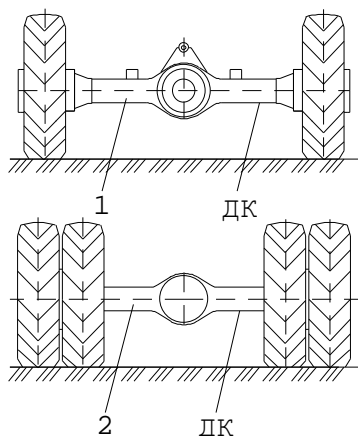

Рис. 11 Места для установки домкратов и подставок
7. Установите под ходовую раму экскаватора подставки (рис. 11) так, чтобы колеса не касались земли; опустите рабочее оборудование на землю, не допуская возможности самопроизвольного сдвига его в период хранения под действием собственного веса; старайтесь максимально втянуть штоки внутрь гидроцилиндров, чтобы уменьшить коррозию штоков.